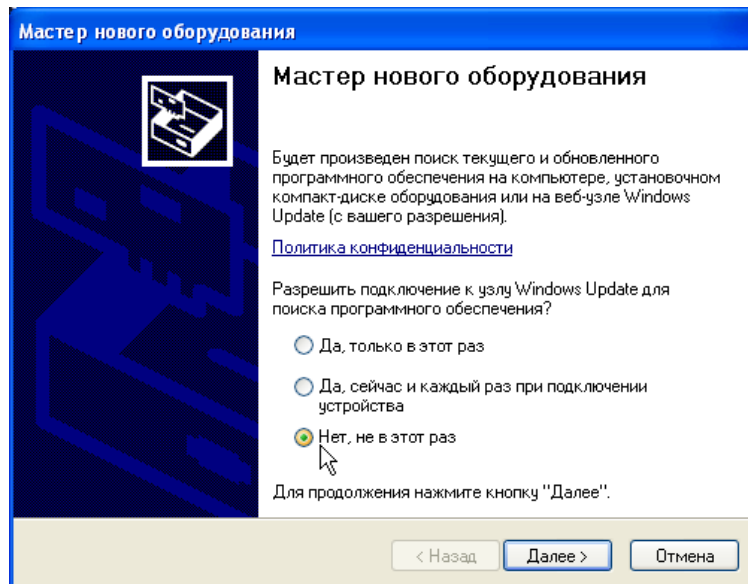

Рис.9. Окно "Мастер нового оборудования"
3. После включения питания прибора операционная система компьютера обнаружит новое устройство и появится окно "Мастер нового оборудования" (рис.9).
8. После установки физического устройства USB (USB Serial Converter) операционная система компьютера обнаружит новое устройство (USB Serial Port) и повторно появится окно "Мастер нового оборудования" (рис.9).